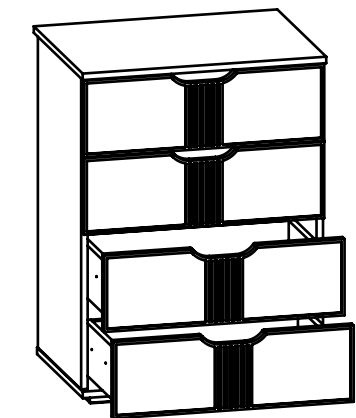

Рис.10
8. Установите ящики в корпус комода (Рис. 10).